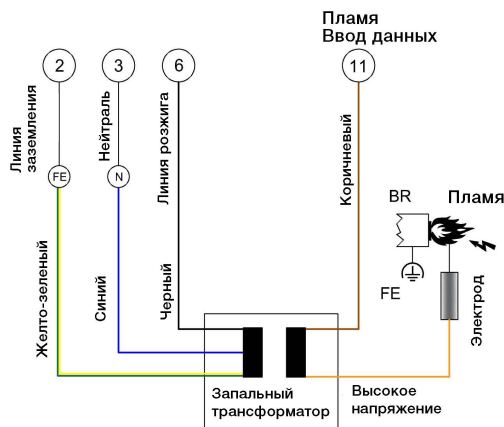

Рис. 10.1: Розжиг и контроль пламени с одним электродом
- a) Информацию о подключении и выборе трансформатора см. на рис. 10.1 – 10.2!